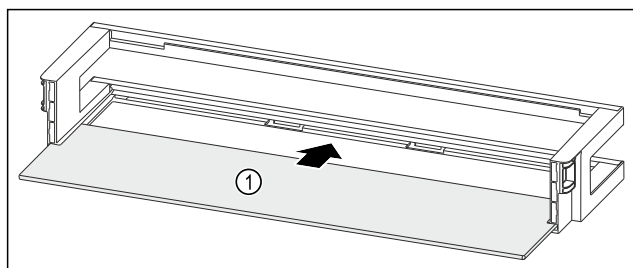

Fig. 165 Dörrfack med hylla
- ▶ Skjut in hyllan Fig. 165 (1) i ursparingarna på sidan.